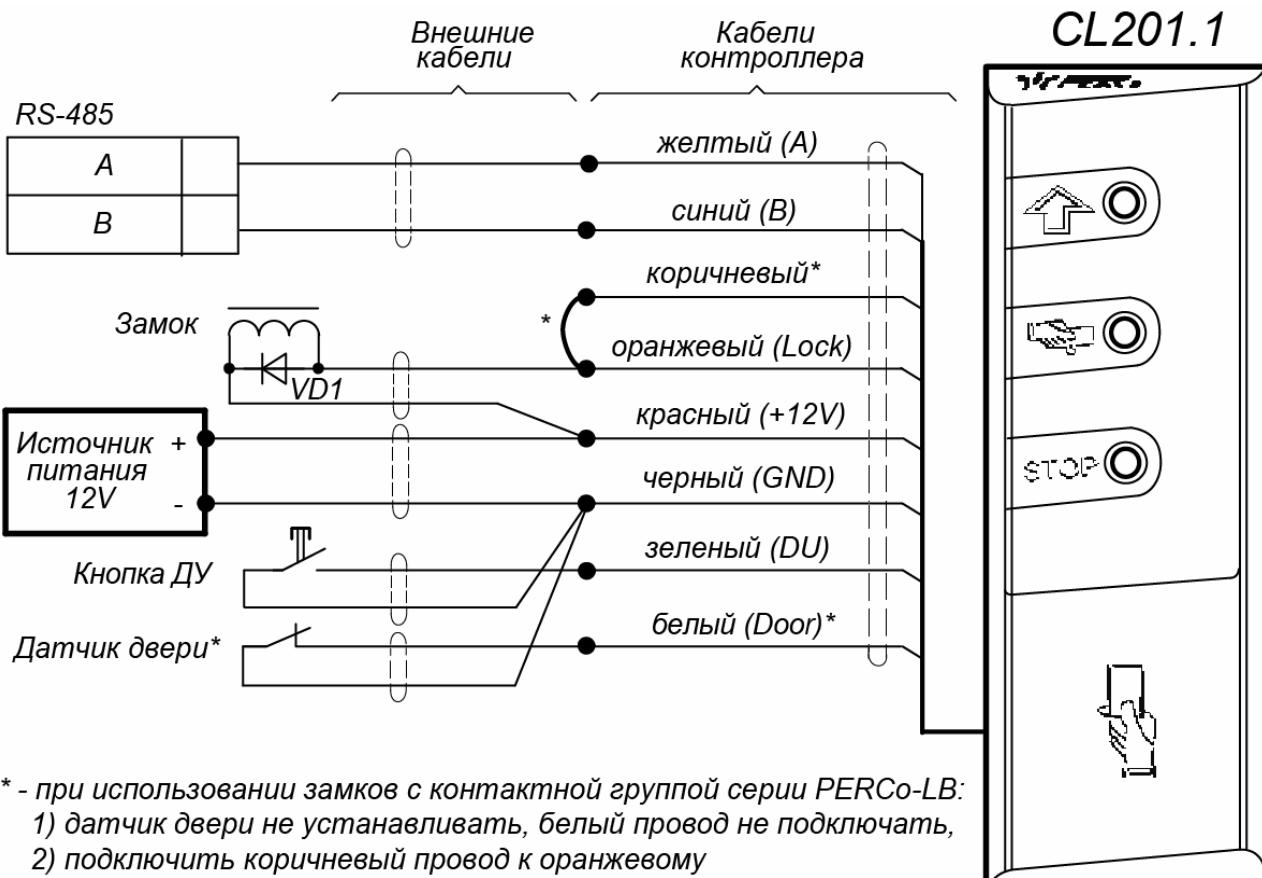

Рисунок 5. Схема подключений контроллера
! Если подключаемый замок не имеет встроенной цепи искрозащиты, то необходимо установить двунаправленный супрессор (VD1 на рис. 5) на напряжение 15 – 18 В из комплекта поставки. Супрессор устанавливается в непосредственной близости от замка.
15. Подключите кабели к контроллеру согласно схеме на рис. 5.